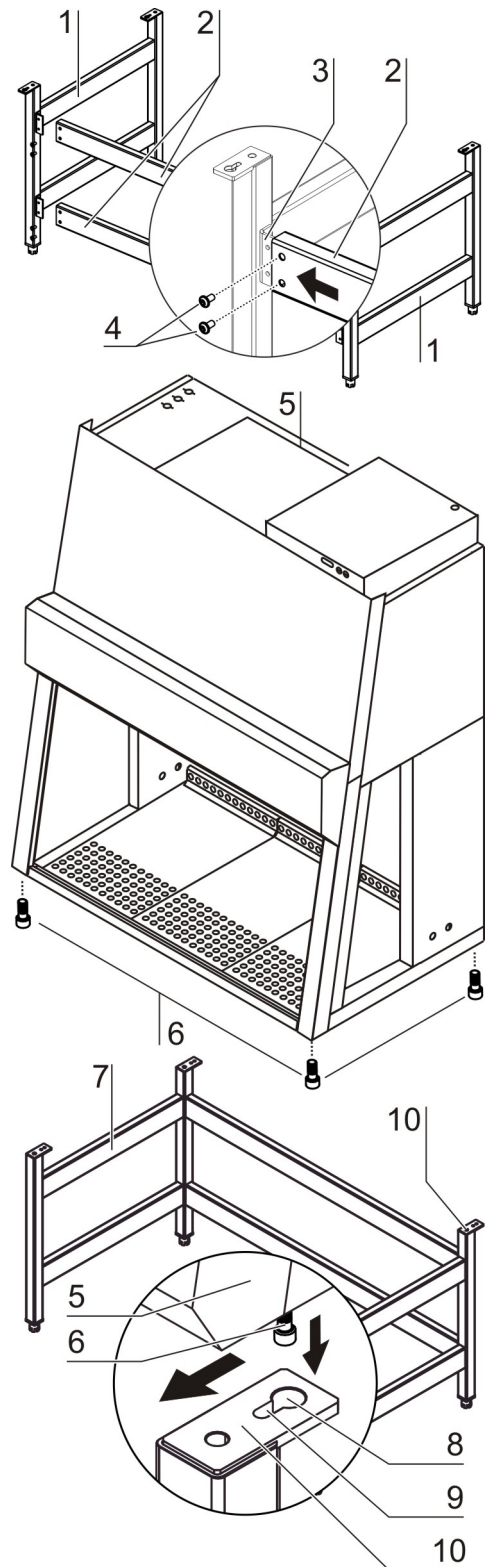

Abb. 10a
1. **Abb. 10a:** Die beiden Traversen [2] auf die Haltewinkel [3] der Seitenteile [1] schieben. Die Traversen mit den Schrauben [4] an den beiden Seitenteilen verschrauben.